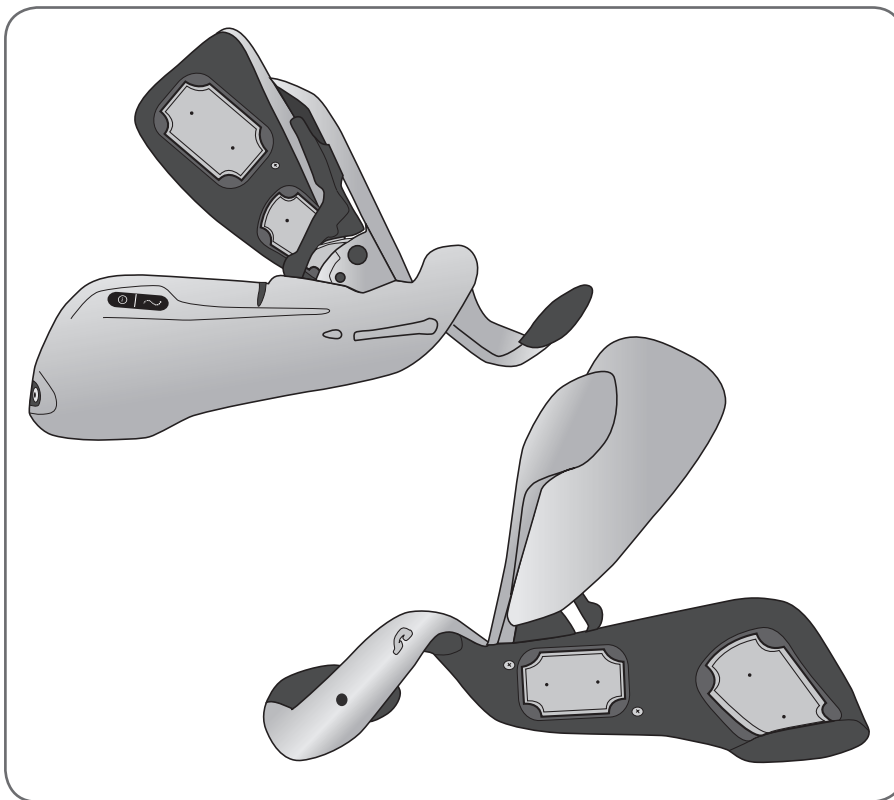

Figure 8-8 : Électrodes en tissu mises en place sur l'orthèse.
8. Vérifiez que chaque électrode en tissu est correctement rattachée à la base d'électrode correspondante. Reportez-vous à la Figure 8-8.